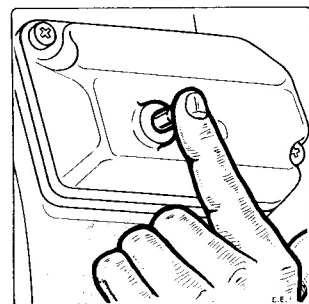

FIG. 7
- Premere il pulsante di massa 6) (Fig. 7).